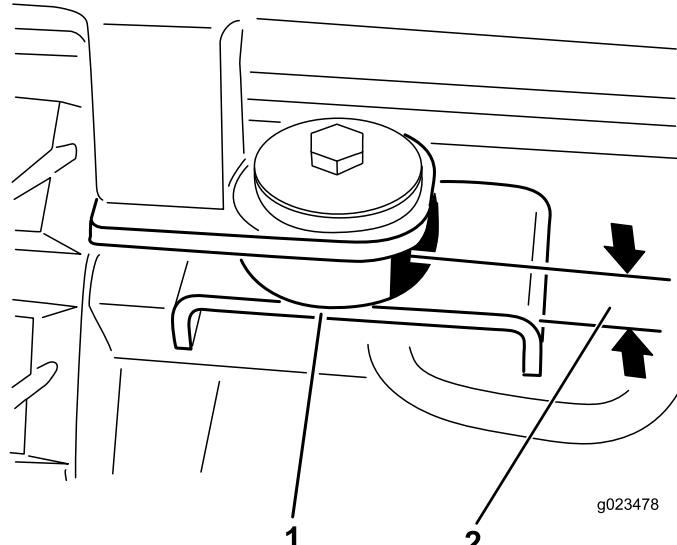

Figure 25
12. Sur les points de montage arrière, fixez la machine avec un boulon (1/2 x 3 po), une rondelle en acier (1/2 x 2-1/2 po), une rondelle en caoutchouc (1/2 x 2-1/2 po) et un écrou (1/2 po), comme montré à la Figure 25.